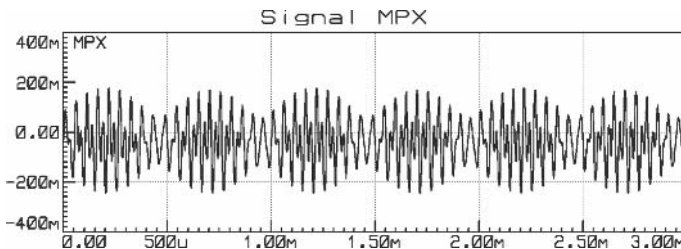

Figure 7.13
**Tentatoo** – Si, on peut voir quelque chose, comme le montrent les **figures 7.13** (signaux en phase) et **7.14** (signaux hors phase). Mais en pratique, on constate vite que le réglage de mise en phase est moins évident qu'avec un signal modulant de plus basse fréquence.